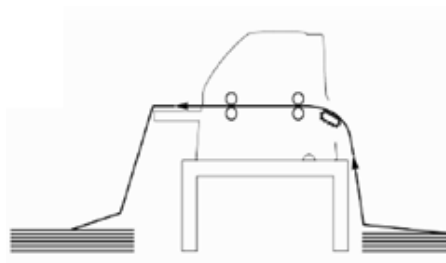

图 2
2) 如图2所示，将待打印的穿孔打印纸放置在打印机后面，打印纸的放置高度要低于打印机。